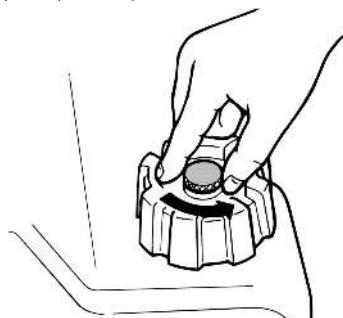

Рис. 32 Воздушный винт
- Открутите воздушный винт на крышке внешнего топливного бака на 1-2 оборота (Рис. 32).